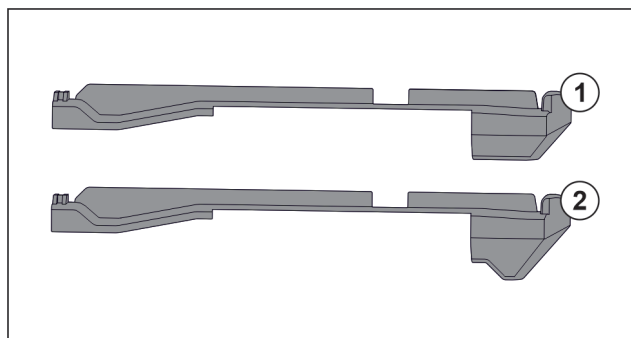

Fig. 78 Сравнение на наставките
В уреда има два вида наставки. Наставката над най-долното чекмедже Fig. 78 (2) има триъгълен ръб. Всички останали наставки Fig. 78 (1) имат прав ръб.
- Поставете наставката Fig. 78 (2) с триъгълния ръб над най-долното чекмедже.
- Поставете наставка Fig. 78 (1) с прав ръб на всички останали места.